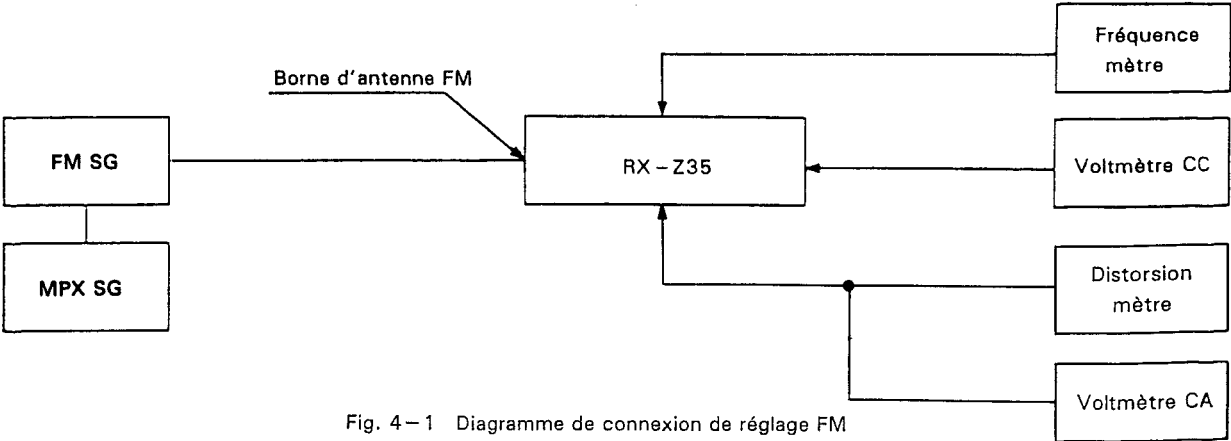

Fig. 4-1 Diagramme de connexion de réglage FM
- Connecter le tuner de la manière illustrée à la Fig. 4-1.